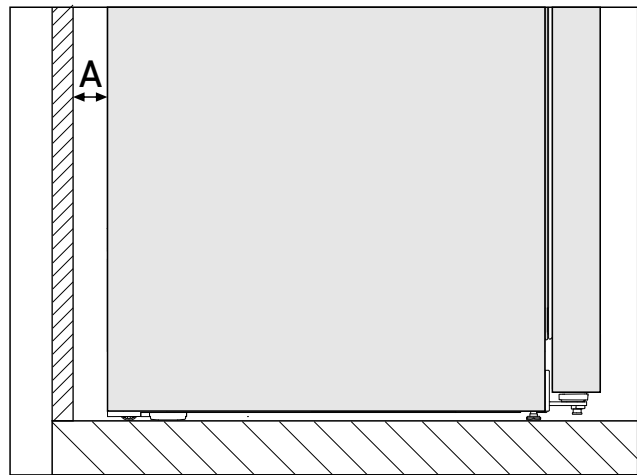

Fig. 3*
Der Energieverbrauch wurde mit einem Wandabstand Fig. 3 (A) zwischen Geräterückseite und Wand ermittelt. Wenn der Wandabstand weniger als Fig. 3 (A) beträgt, hat dies keinen Einfluss auf die Funktionsfähigkeit des Geräts. Bei geringerem Wandabstand kann sich der Energieverbrauch geringfügig erhöhen und es kann zur Kondensatbildung an der Geräterückwand kommen.*